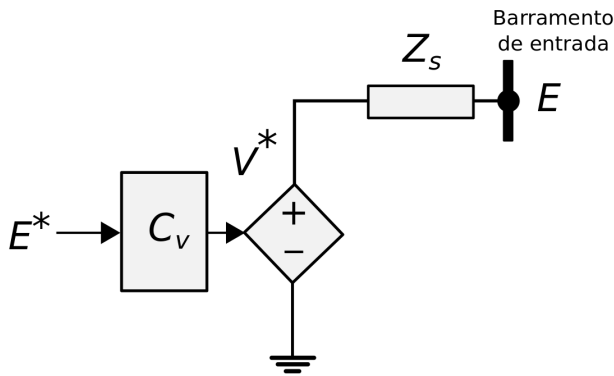

Figura 4: Representação simplificada conversor formador de rede.
**Formador de rede:** Neste modo, o conversor tem sua operação como fonte de tensão CC fixa, associada em série com uma impedância de entrada configurável, Figura 4. Junto ao controle, o conversor passará a impor a tensão no barramento CC de entrada, por meio do rastreamento da amplitude de operação. Este modo é utilizado quando ocorrerem falhas na alimentação primária da microrrede (barramento CC), tornando então o conversor CC bidirecional responsável pela alimentação do sistema, definindo sua amplitude.